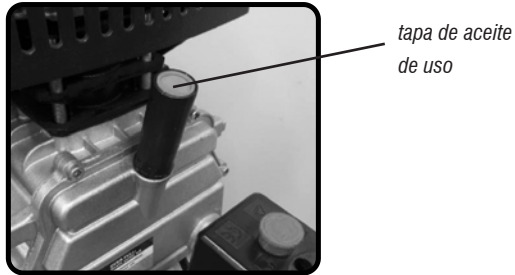

Fig. 12 - Tapa de aceite de uso
Coloque la tapa de aceite de uso del moto-compresor, Fig. 12.
- Retire la tapa del aceite, conforme Fig. 12, girándola en el sentido contrario a los punteros del reloj;